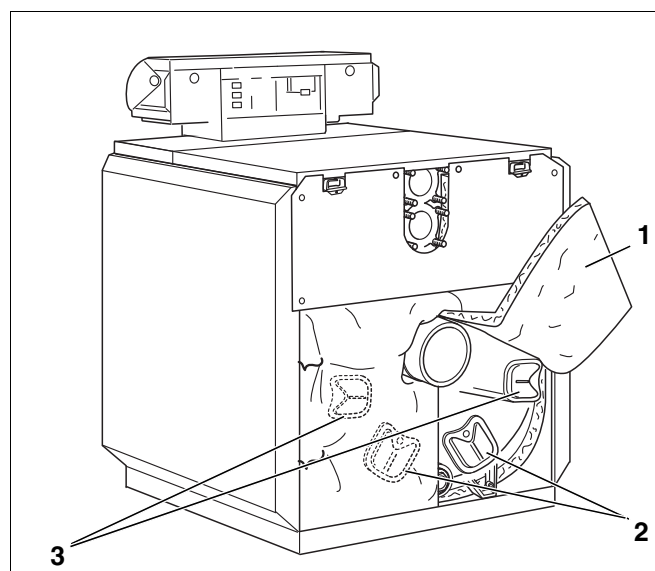

Fig. 52 Démontage – Trappe de visite
- Relever les deux extrémités du matelas isolant (fig. 52, [1]) et les fixer avec le ressort de tension.
- Enlever les couvercles des trappes de visite sur l'élément arrière (fig. 52, [2]) et le collecteur des fumées (fig. 52, [3]).